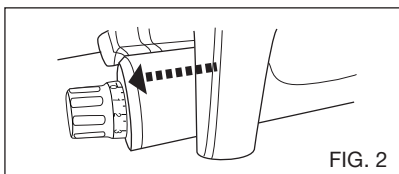
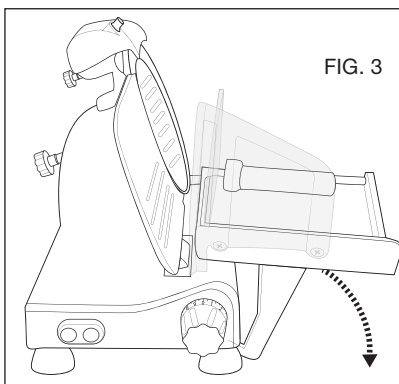

FIG. 2
FIG. 3
- Compruebe que la pared móvil (2) está cerrada (perilla de ajuste de espesor en la posición “0”) (Fig. 2).
- Alce el conjunto afilador (10), girándolo 180° de manera que las dos ruedas de afilar estén en posición de trabajo (Fig. 2).
- Baje el conjunto afilador (10) hasta que encaje (Fig. 2).
- Gire la perilla de bloqueo (13) para bloquea el conjunto (Fig. 3).
- Oprima el botón de encendido (5) para encender el aparato (Fig. 2).
- Oprima el botón n. ° 26 y deje que la cuchilla de vueltas por aproximadamente 1 minuto. Luego, apague (“OFF”) el aparato. Apague el aparato. Cuando se inmovilice la cuchilla, compruebe si hay rebabas en el filo (Fig. 2).
- Si las hay, encienda la unidad y oprima suavemente el botón n. 27 por 3 segundos para quitarlas. (Fig. 2).
- Después del afilado, vuelva a colocar el conjunto afilador (10) en su posición original y limpie el filo de la cuchilla y las ruedas de afilar.
2. Jale el carro/la bandeja móvil hacia la perilla de ajuste de espesor e inclínelo hacia fuera (Fig. 2 y Fig. 3).